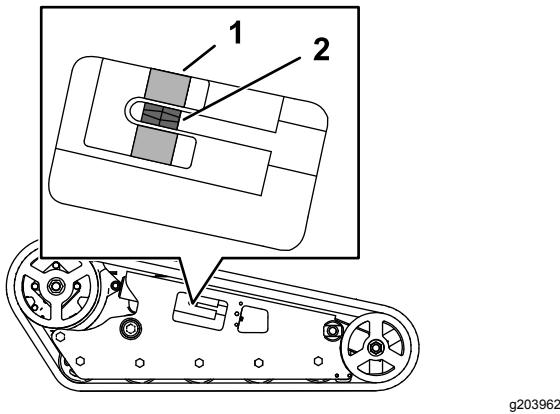

Figura 58
Compruebe que el bloque tensor está alineado con la guía verde de la pegatina, o que el bloque está a 1,3 cm del extremo trasero de la ranura del tubo tensor (Figura 58).
4. Usando una llave de carraca de $\frac{1}{2}$ ", gire el tornillo tensor hasta que el bloque tensor quede alineado con la guía verde de la pegatina o esté a 1,3 cm del extremo trasero de la ranura del tubo tensor (Figura 58).
8. Compruebe que el bloque tensor quede alineado con la guía verde de la pegatina o esté a 1,3 cm del extremo trasero del tubo tensor en ambas orugas (Figura 58). Ajústelo si es necesario.